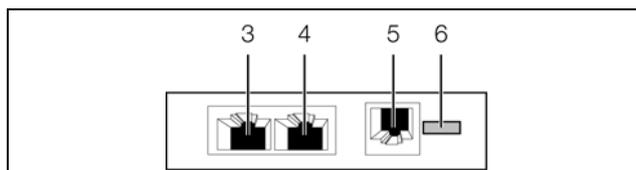

Рис. 7: Задняя сторона блока доступа CAN-Bus
- Соедините блок доступа CAN-Bus кабелем CAN-Bus с интерфейсом CAN-Bus Процессорного блока СМС III или с соседним компонентом в шине CAN-Bus (рис. 7, поз. 3).
- При необходимости подключите ко второму, свободному интерфейсу CAN-Bus блока доступа CAN-Bus (рис. 7, поз. 4) следующий компонент (например, датчик другого типа).